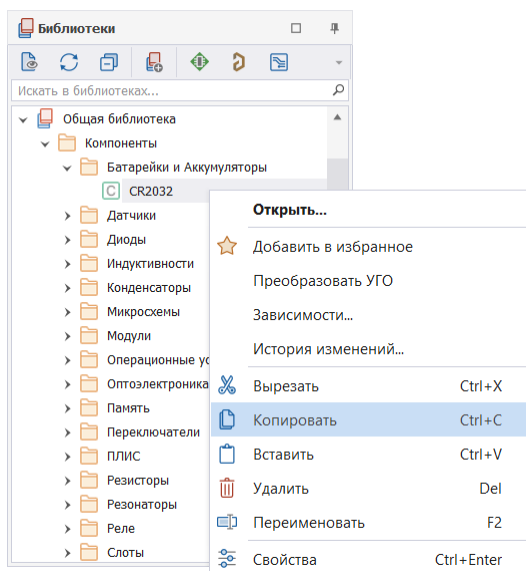

Рис. 265 Вызов функции копирования библиотечного объекта
- Вызов функции копирования осуществляется только из контекстного меню в иерархии библиотеки, см. Рис. 265.